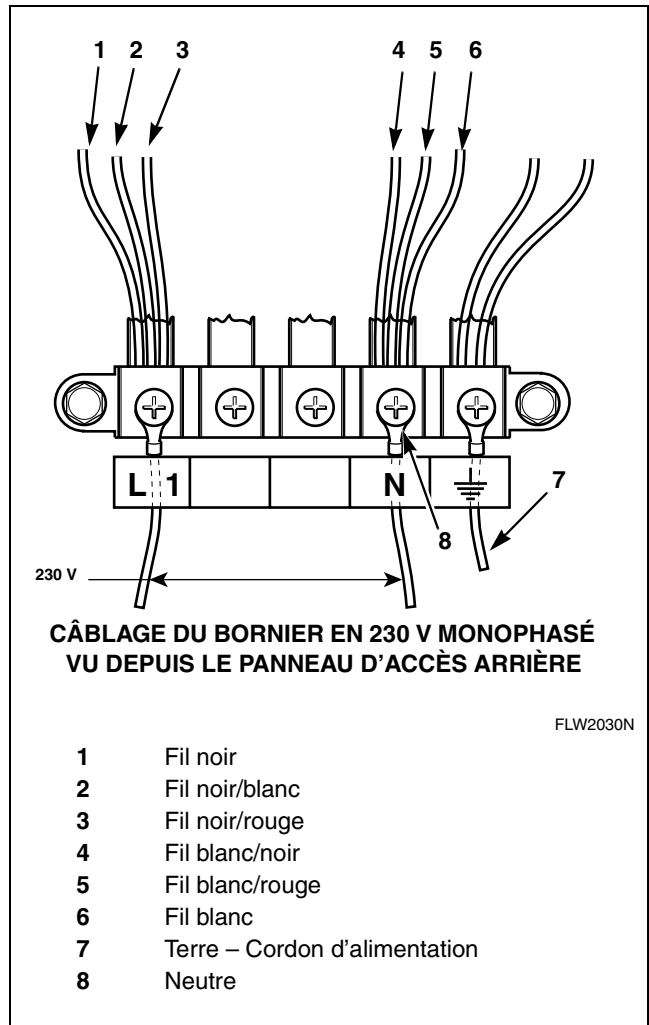

Figure 15
8. Apposer une étiquette 801813, fournie avec la machine, sous le bornier. Se reporter à la Figure 15.
9. Raccorder les fils du cordon d'alimentation comme sur la Figure 15.